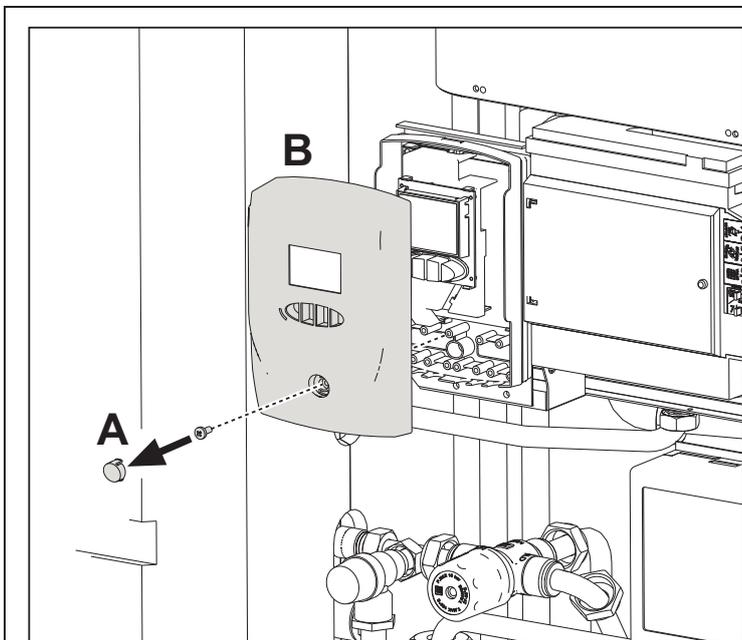

fig. 41
- Togliere il tappo "A" e svitare la vite a croce sottostante (fig. 41).
- Estrarre la mascherina "B" dalla base "C" (fig. 41).